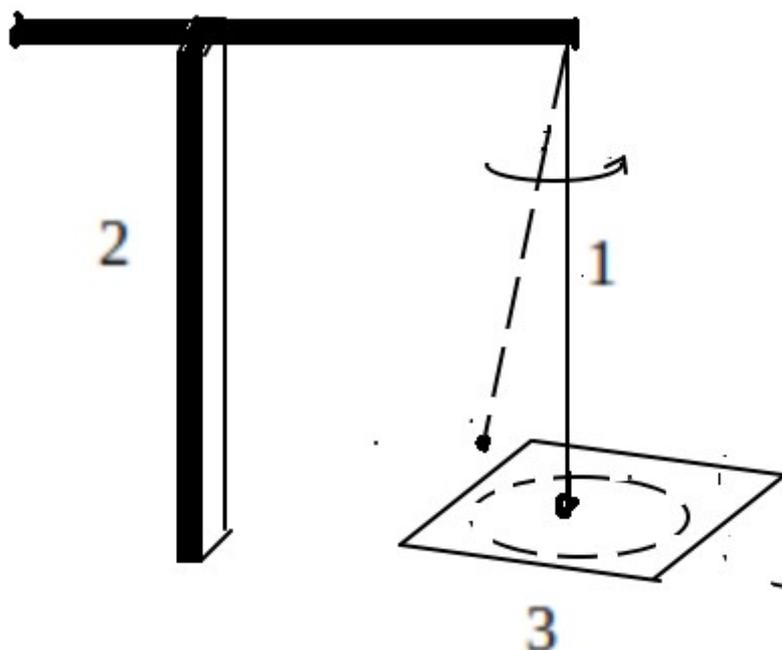

Рис.3.Конический маятник . Здесь 1- маятник, 2 — опора, 3 - бумажный лист с изображенными окружностями.
1. Соберите экспериментальную установку . См. рисунок 3